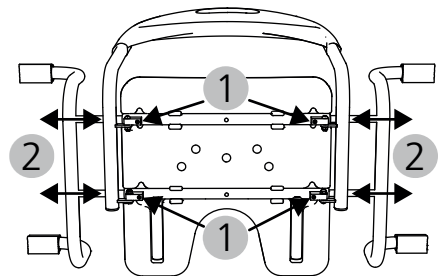

Abb. 5
1. Der Badewannensitz muss an die Badewannenbreite angepasst werden. Dafür lösen Sie die 4 Innensechskantschrauben mit dem beigelegten Innensechskantschlüssel (4) (Abb. 5, 1) auf der Sitzunterseite.
2. Setzen Sie den Badewannensitz in die Badewanne und ziehen Sie beide Seitenauflagen gleichmäßig hinaus, dass die Gummiauflagen vollständig auf dem Wannenrand aufliegen (Abb. 5, 2).
3. Nehmen Sie den Badewannensitz nun aus der Badewanne heraus und ziehen die vier Schrauben wieder fest (Abb. 5, 1).